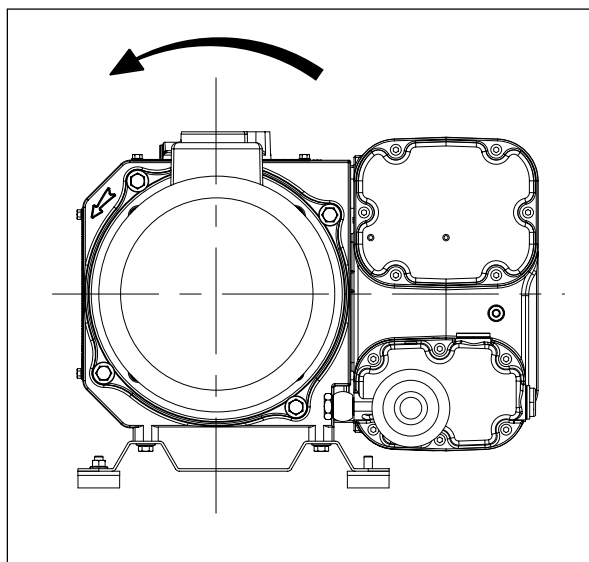

Fig.5
- Controllare il senso di rotazione del motore accendendo la pompa per un breve istante (2-3 secondi). Il senso corretto è quello indicato dalla freccia posta sulla pompa (fig.5). Nel caso di rotazione contraria, occorre invertire il campo di rotazione del motore cambiando posizione a due dei tre conduttori di fase alla morsettiera di cablaggio del motore.
- Check direction of rotation by starting the pump for a little while (2-3 seconds). The correct direction is the one shown by the arrow on the pump (fig.5). In case of opposite rotation it is necessary to exchange the motor rotation by changing position of two of the three wires of the phases in the motor terminal board.